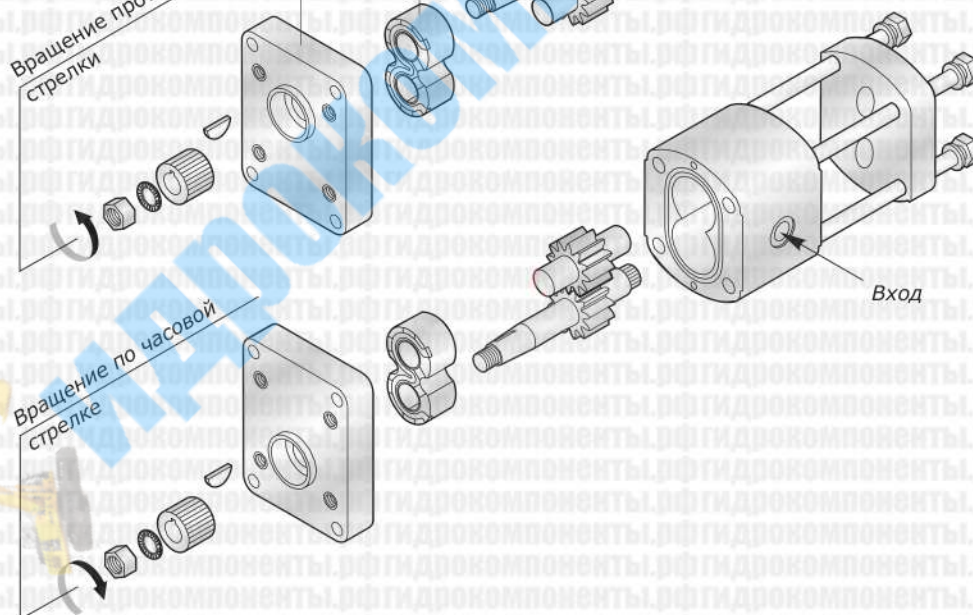

Рис. 2
- Снимите шестерни C и D, после чего установите их в соответствии с рис. 2.